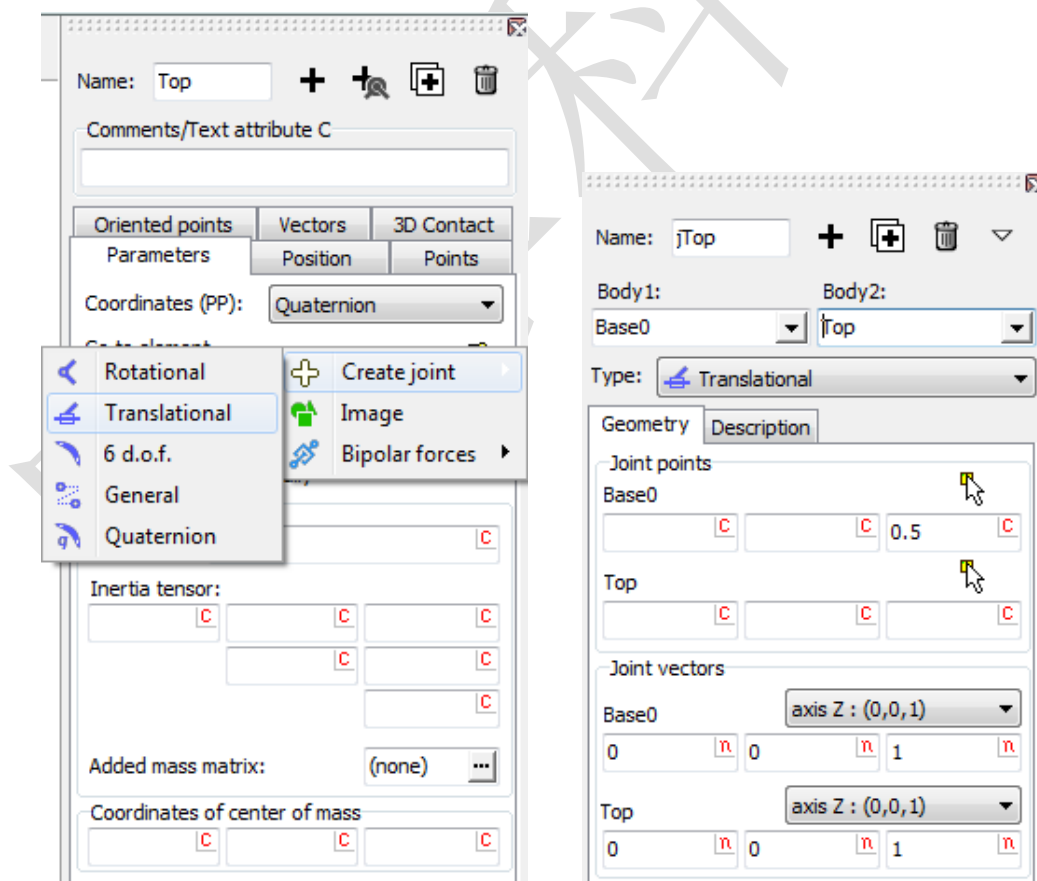

图 2.8 创建平动铰
**Translational**，如图 2.8（左）所示。这样就创建了刚体 **Top** 相对大地 **Base0** 的平动铰。
3. 在 **Geometry** 页面设置平动铰的参数，如图 2.8（右）所示，初始将刚体 **Top** 的原点置于 **Base0** 的  $(0, 0, 0.5)$  处，**Top** 和 **Base0** 的 **Z** 轴相互平行，**Top** 相对 **Base0** 可在 **Z** 轴方向运动，而其他方向为理想约束状态。